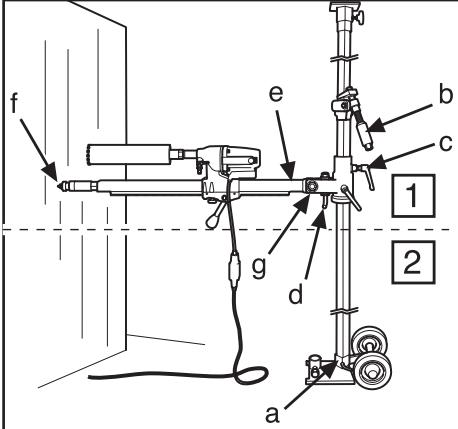
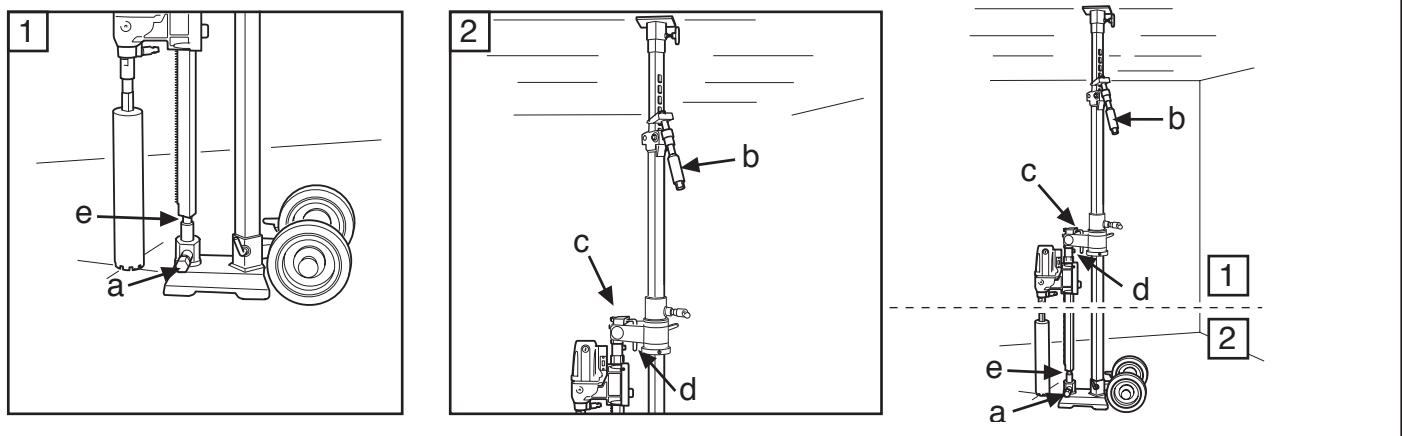

Fig. 6
Fig. 11
rivolto verso l'alto, e viceversa se l'altezza di foratura è inferiore a 1,5 m. Controllare che il montante sia fissato alla piattaforma con il bullone di fissaggio (a) (fig. 6, 8).
6. Riportare in posizione la colonna di foratura ruotandola in modo che la perforatrice sia nella posizione desiderata contro la parete. Fissare la manopola di bloccaggio (fig. 6, 7) (c).
Außenrohr nach oben gedreht sein, bei Bohrungen unterhalb von 1,5 m ist es umgekehrt. Überprüfen, ob der Stempel mit dem Sicherungsbolzen (a) in der Sohlenplatte verriegelt ist (Abb. 6, 8).
6. Bohrsäule mit dem Bohrmotor in die gewünschte Stellung an der Wand zurückdrehen. Verriegelungsdrehknopf sichern (Abb. 6,7) (c).
orienté vers le haut ; si le forage est effectué à une hauteur inférieure à 1,5 m, il doit être orienté vers le bas. Contrôler que le poteau est verrouillé dans le piétement à l'aide du boulon de blocage (a) (Fig. 6, 8).
6. Tourner le pilier de forage avec le moteur de forage sur la position souhaitée contre le mur. Verrouiller la poignée de verrouillage (Fig.6, 7) (c).
vanaf de wand, de kolomschroef moet ingeschroefd zijn. Wanneer hoger dan 1,5 m moet worden geboord, moet de dikker buitenpijp omhoog zijn gedraaid en andersom wanneer lager dan 1,5 m wordt geboord. Controleer of de kolom met de borgbout (a) in de bodemplaat vastzit (Fig. 6, 8).
6. Draai de boorkolom met de boormotor terug naar de gewenste stand tegen de wand. Zet de borgknop vast (Fig. 6, 7) (c).
7. Riportare indietro e sollevare la colonna di foratura, bloccandola con l'impugnatura a L (d) e il dado (g) (fig. 6, 7). Per la foratura angolata, allentare l'impugnatura a L (d) e portare la colonna di foratura all'angolo desiderato serrando il dado (g) con la chiave da 30 mm (fig. 6, 7).
8. Controllare la posizione della testa di foratura. Avvitare la vite del montante (f) (fig. 6, 10) alla parete per fissare la colonna di foratura. Fissare con il dado di bloccaggio da 30 mm (f) (fig. 6, 10), utilizzando un
- La colonna di foratura ruota di 360° e si blocca nella posizione desiderata con la chiave a brugola da 8 mm (e) (fig. 6, 7).
7. Die Bohrsäule nach hinten winkeln und hochklappen, mit dem L-Griff (d) und der Mutter (g) sichern (Abb. 6, 7). Beim Winkelbohren wird der L-Griff (d) gelöst und die Bohrsäule auf den gewünschten Winkel eingestellt, dazu wird die Mutter (g) mit dem 30-mm-Schraubenschlüssel (Abb. 6, 7) angezogen.
8. Die Stellung der Bohrkrone prüfen. Die Stempelschraube (f) (Abb. 6, 10) zur Befestigung der Bohrsäule an der Wand einschrauben. Mit 30-mm-Sicherungsmutter (f) sichern (Abb. 6, 10), dabei einen Holzstab oder dergleichen als Zwischenstück
- Die Bohrsäule ist um 360° drehbar und wird mit einem 8-mm-Inbusschlüssel (e) fixiert (Abb. 6, 7).
7. Remettre en place, sortir le pilier de forage et attacher avec la poignée en L (d) et l'écrou (g) (Fig.6, 7). En cas d'ébarbage, la poignée en L (d) doit être desserrée et le pilier de forage réglé sur l'angle souhaité en serrant l'écrou (g) à l'aide d'une clé de 30 mm (Fig.6, 7).
8. Contrôler la position du trépan. Visser la vis du poteau (f) (Fig. 6, 10) contre le mur pour attacher le pilier de forage. Attacher avec un contre-écrou de 30 mm (f) (Fig. 6, 10) en utilisant une règle en bois ou un instrument similaire comme pièce intermédiaire.
- Le pilier de forage peut pivoter à 360° et se verrouiller sur la position choisie à l'aide d'une clé hexagonale de 8 mm (e) (Fig. 6, 7).
7. Klap de boorkolom terug, zet vast met de L-handgreep (d) en moer (g) (Fig. 6, 7). Bij boren onder een hoek wordt de L-handgreep (d) losgemaakt en de boorkolom in de gewenste hoek gezet door de moer (g) met een 30 mm sleutel vast te draaien (Fig. 6, 7).
8. Controleer de stand van de boorkroon. Schroef de kolombout (f) (Fig. 6, 10) tegen de wand om de boorkolom te fixeren. Zeker met borgmoer 30 mm (f) (Fig. 6, 10) gebruik een houten regel of iets dergelijks
- De boorkolom is 360° draaibaar en wordt in de desbetreffende standen vastgezet met een 8 mm inbussleutel (e) (Fig. 6, 7).
1. Montare il supporto nel rispetto delle istruzioni. Per la foratura di pareti, vedere pag. 17, 19. Abbassare la colonna di foratura con l'impugnatura a L (d) in modo che la vite del montante (f) (fig. 6, 7) tocchi il manicotto
di bloccaggio (a) (fig. 11). Serrare il dado di bloccaggio (g) con una chiave da 30 mm (fig. 6, 7) e la manopola di bloccaggio (c) (fig. 6, 7).
3. Bloccare la vite del montante nel relativo manicotto con la vite di bloccaggio (a) e il dado (e). Serrare con la chiave da 24/30 mm (fig. 11).
1. Den Ständer der Anleitung „Bohren in der Wand“ entsprechend anbringen, siehe Seite 17, 19. Die Bohrsäule mit dem L-Griff (d) so herabklappen, dass die Stempelschraube (f) (Abb. 6, 7) in der Sicherungshülse (a) (Abb.
11) landet. Die Sicherungsmutter (g) mit einem 30-mm-Schraubenschlüssel (Abb. 6, 7) und den Verriegelungsknopf (c) (Abb. 6, 7) anziehen.
3. Die Stempelschraube mit Sicherungsschraube (a) und Mutter (e) in der Sicherungshülse verriegeln und mit einem 24/30-mm-Schraubenschlüssel festziehen (Abb. 11).
1. Monter le support selon les instructions de Forage dans un mur, voir pages 17, 19. Rabattre le pilier de forage avec la poignée en L (d) afin que la vis du pilier (f) (Fig.6, 7) bute sur la rondelle de blocage (a) (Fig.11). Serrer le contre-écrou (g) à l'aide d'une clé de 30 mm (Fig.6, 7) et serrer la poignée de
verrouillage (c) (Fig.6, 7).
3. Verrouiller la vis du poteau dans la rondelle de blocage avec la vis de blocage (a) et l'écrou (b) et serrer à l'aide d'une clé de 24/30 mm (Fig.11).
1. Monteer het statief volgens de aanwijzingen, Boren in wanden, zie bladzijde 17, 19. Klap de boorkolom met de L-handgreep (d) uit, zodat de kolombout (f) (Fig. 6, 7) tegen de borghuls komt (a) (Fig. 11). Zet de borgmoer (g) vast met een 30 mm sleutel (Fig. 6, 7) en zet de knop